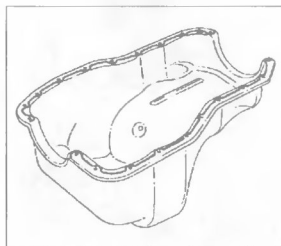

Рис. 3.21
2. Наложите слой герметика RHODORSEAL 5661 шириной примерно 3 мм (рис. 3.21).